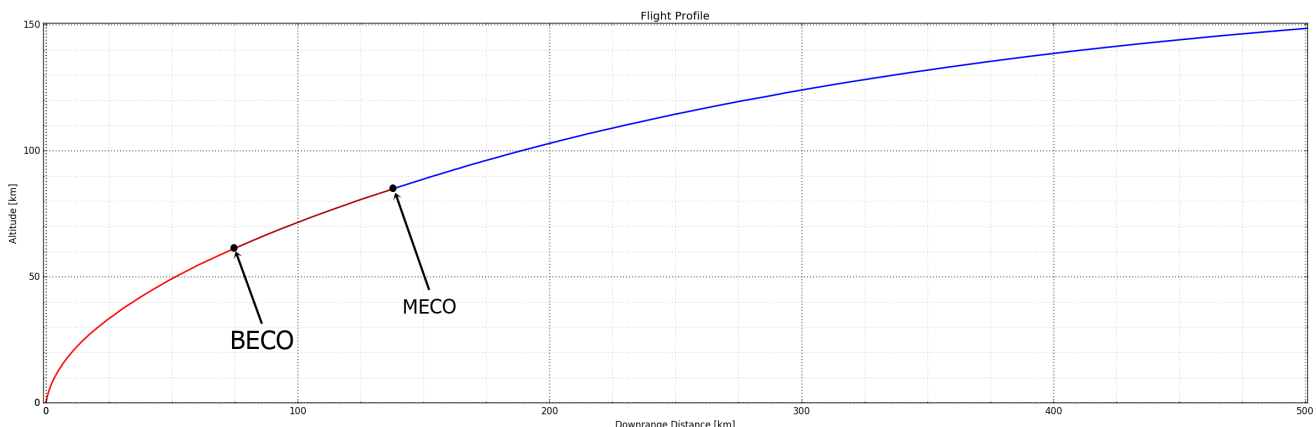

Figure 39 - Le profil de vol de Falcon Heavy
Lancez une balle, droit devant vous. Elle retombe vers le sol, en décrivant une sorte de courbe (1 sur la fig 39). Ramassez là, et relancez là plus fort dans la même direction (2). Elle retombe plus loin, en décrivant une courbe plus grande. Imaginez-vous maintenant dotés d'une force surhumaine, et placez-vous à une altitude suffisamment élevée pour que votre balle ne rencontre aucun obstacle. Relancez, fort. Si vous la lancez assez fort, la balle suivra un peu la courbe de la Terre (qui est sphérique ☺) avant de toucher le sol (3 et 4). Maintenant, si vous lancez de toute vos forces, la balle partira peut-être suffisamment vite pour suivre complètement la courbure de la Terre (5). Et si rien ne la freine, elle continuera comme ça indéfiniment. C'est l'expérience de pensée du canon de Newton. Elle décrit bien le principe d'une mise en orbite.